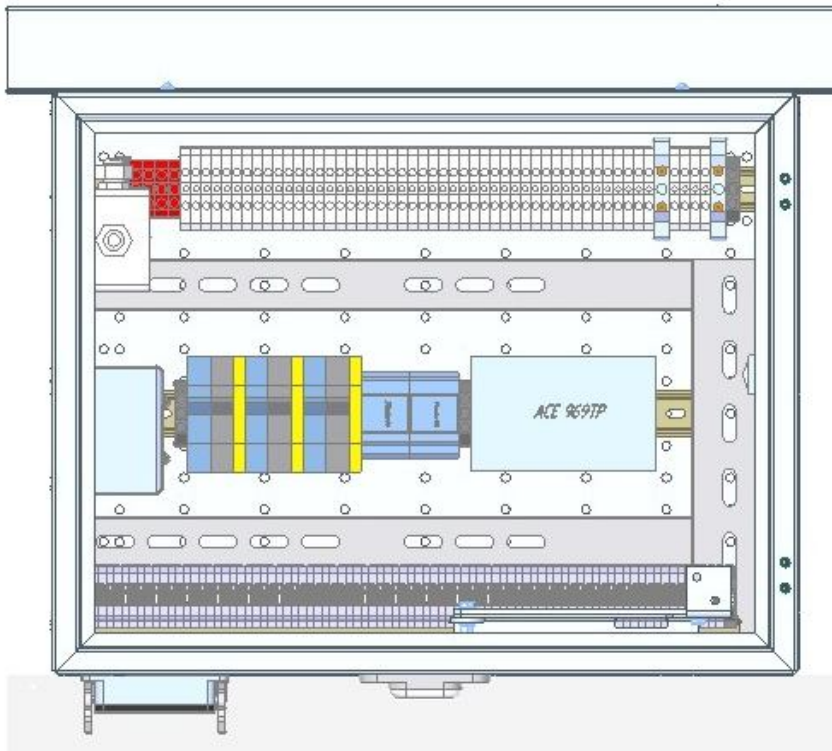

Рис.4.6 Релейный отсек камеры КСО (дверь условно не показана)
4.4.3 Для коммутации проводников вторичных соединений на задней стенке и дне отсека устанавливаются требуемое количество блоков зажимов (рис.4.6).